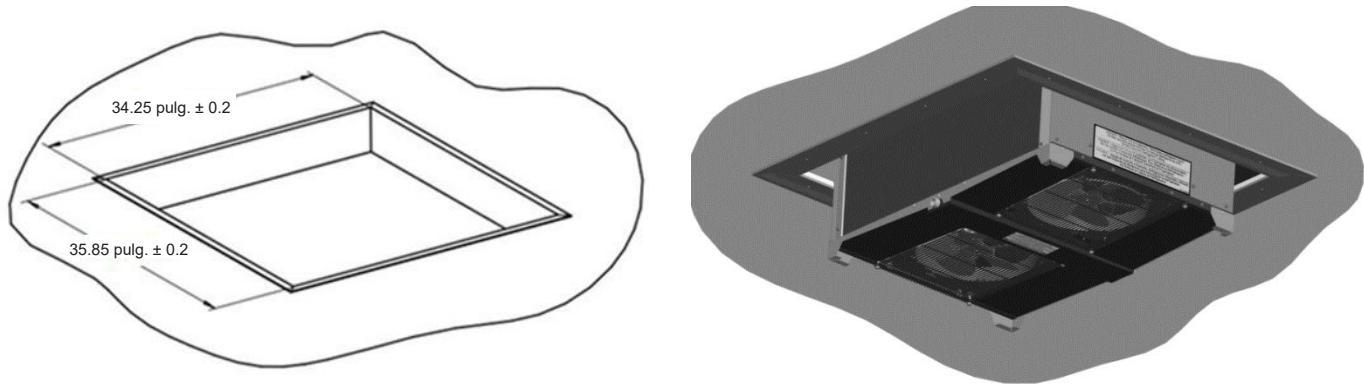

Figura 7 – Dimensiones de la abertura de instalación (pulgadas) y sugerencia de montaje de las molduras
- Techo de la cámara – En esta configuración, la unidad se monta en el techo de la cámara, en la abertura del techo que se muestra en la Figura 7. La estructura de la cámara debe estar reforzada y debe poder soportar el peso del sistema.